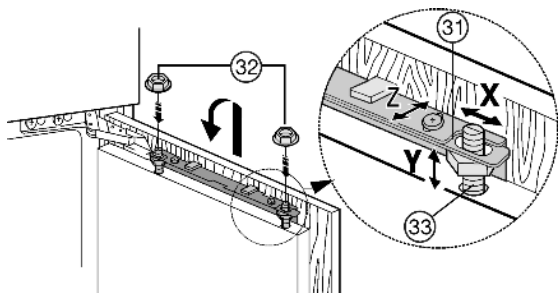

Fig. 22
- ▶ Appendere l'anta del mobile ai perni di regolazione Fig. 22 (33) e avvitare leggermente i controdadi Fig. 22 (32) sui perni di regolazione.
- ▶ Regolare l'altezza e l'inclinazione laterale dell'anta del mobile: Regolare i perni di regolazione Fig. 22 (33) con un cacciavite.
- ▶ Serrare i controdadi Fig. 22 (32).